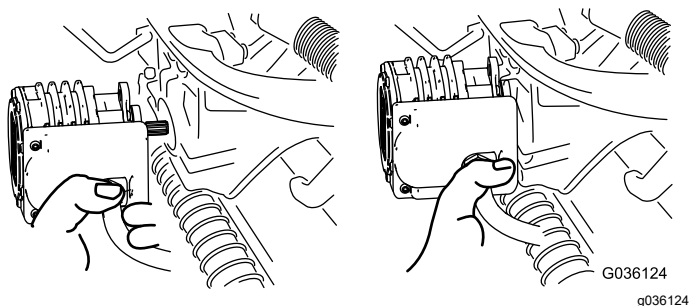

Bild 66
5. Legen Sie den Motor am Aufbewahrungsort vorne am Aufhängearm ab (Bild 66).